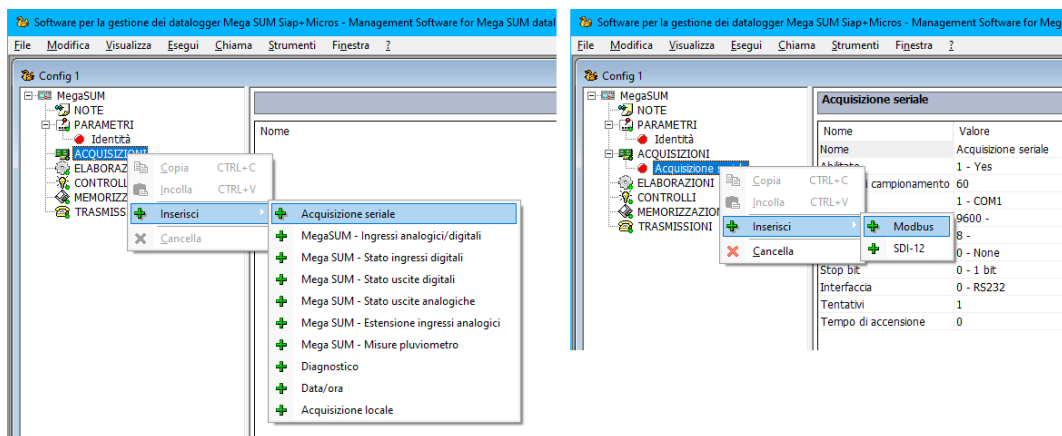

Figura 15.6: inserimento di una acquisizione seriale da un sensore Modbus.
- Inserire un'attività di acquisizione seriale dalla sezione Acquisizioni (Figura 15.6 sinistra).
- Dall'acquisizione seriale definire le misure lette dal sensore Modbus (Figura 15.6 destra).